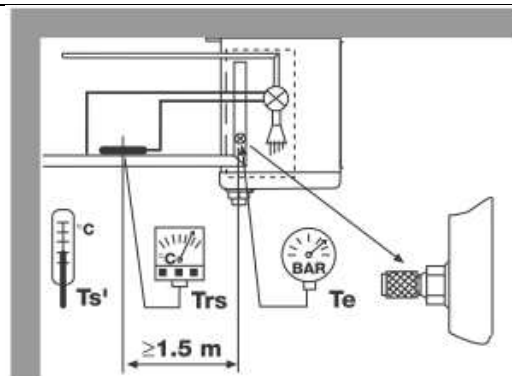

Fig. 3
- Il manometro per le verifiche (Te, fig. 3); gli apparecchi sono muniti di apposita valvola per attacco del manometro. Alla fine di questa operazione rimontare le coperture laterali.
- La tubazione di scarico dell'acqua (F) al tubo di scarico della bacinella (G).
- Pressure checks (Te, fig. 3); all units are fitted with a shdrader valve on the suction pipe, so that the suction pressure can be measured for correct operation. When all connections and adjustments have been made refit both side panels
- The water drain tubing connection (F) to drain pan tube (G).
- Le contrôle per manomètre (Te, Fig. 3): le appareils sont équipés d'un raccord pour connecter le manomètre. Pour terminer, remonter les panneaux latéraux.
- Le tube d'écoulement d'eau (F) à la connexion d'écoulement de l'égouttoir (G).
- Prüfmanometer (Te, Fig. 3); Die Luftkühler sind mit einem Schraderventil ausgestattet, wo ein Prüfmanometer angeschlossen werden kann. Zuletzt sind die Seitenteile wieder zu montieren.
- Tropfwasseranschluß (F) an den Ablaufstutzen (G).